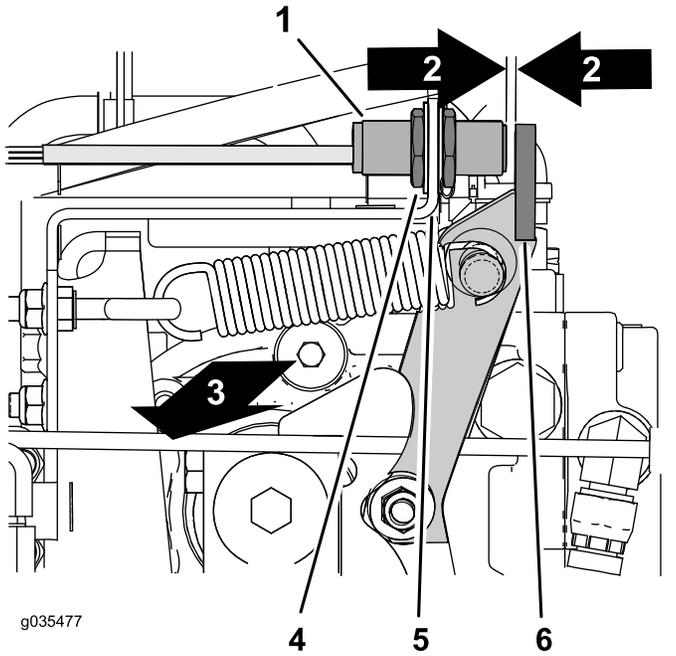

図 68
- A. 油圧ポンプの右上側にある近接スイッチを探し出す 図 68。
- B. 近接スイッチが曲がっていないこと、センサーの背中にあるランプが点灯していることを確認する 図 68。
1. 油圧ポンプの右上側にある近接スイッチを探し出す 図 68。
2. センサーブラケットの両端にあるジャムナットをゆるめる 図 68。
3. センサーの端とニュートラルアームのフランジとのすきまが 2.53.6mm になるようにジャムナットで調整する 図 68。
4. ジャムナットを締める 図 68。